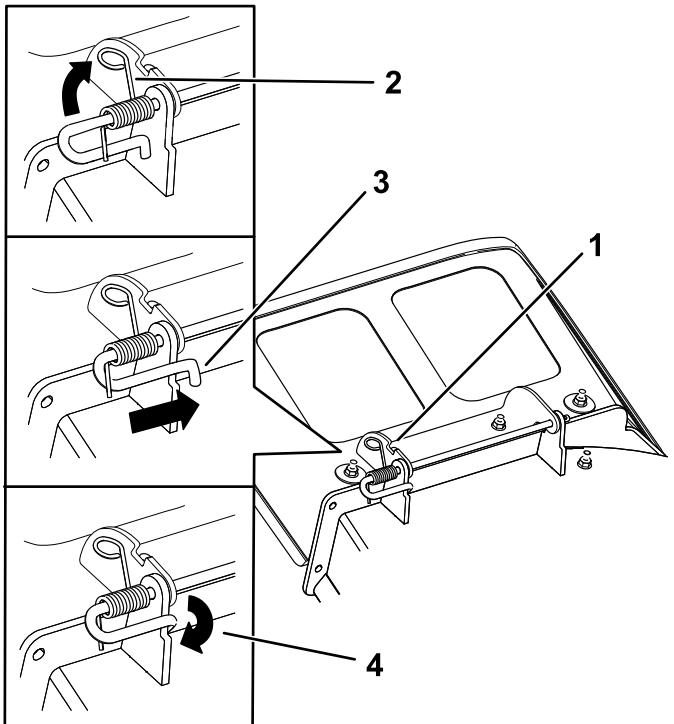

Figura 79
4. Posicione o novo defletor de descarga com as extremidades do suporte entre os postes soldados na plataforma como se mostra na Figura 79.
6. Posicione a mola na barra como se mostra na Figura 79 de forma a que a extremidade mais pequena da mola saia por baixo da barra antes da dobragem e que passe por cima da barra quando regressa da dobragem.
7. Eleve a extremidade com volta da mola e coloque-a no entalhe do suporte do defletor (Figura 79).
8. Prenda o conjunto da barra e mola rodando-o de forma a que a extremidade curta da barra esteja por detrás do suporte frontal soldado à plataforma (Figura 79).